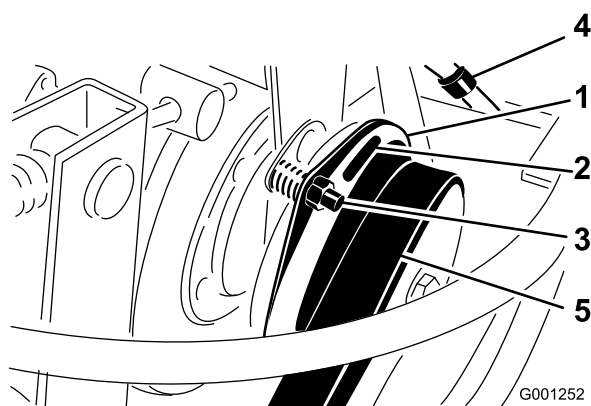

Figura 66
- Ajuste a folga de modo a permitir a introdução de um calibrador de 0,38 mm entre a cobertura da embraiagem e a placa de fricção (Figura 66).
Nota: Pode reduzir esta folga se rodar a porca de ajuste no sentido dos ponteiros do relógio (Figura 66). A folga máxima é de 0,76 mm. Ajuste as 3 folgas.